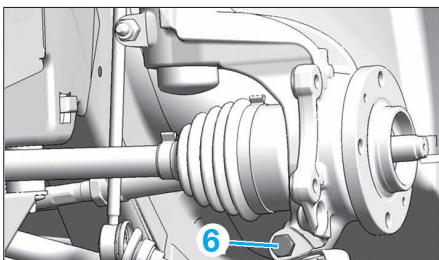

FIG. 3
- la capteur et l'écrou de biellette (5).
- Déposer la vis de fixation (6) (Fig.3).